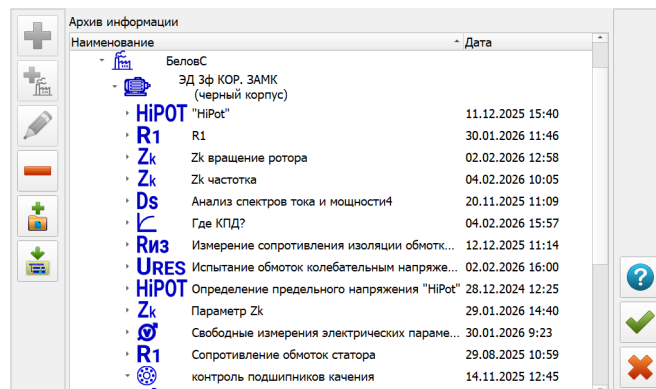

Рисунок 9.23 – Окно базы данных прибора с добавленным опытом «Свободные измерения электрических параметров»
- Нажать кнопку «Применить» , на экране появится окно базы данных (рисунок 9.23).